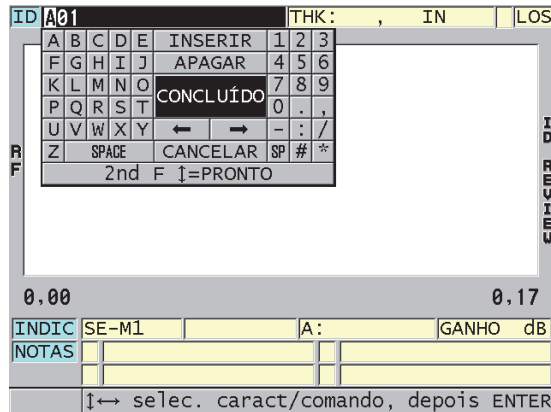

Figura 11-28 Editar o ID# modo de edição
4. Pressione **[ID#]** novamente e edite o valor de ID (veja Figura 11-28 na página 218).